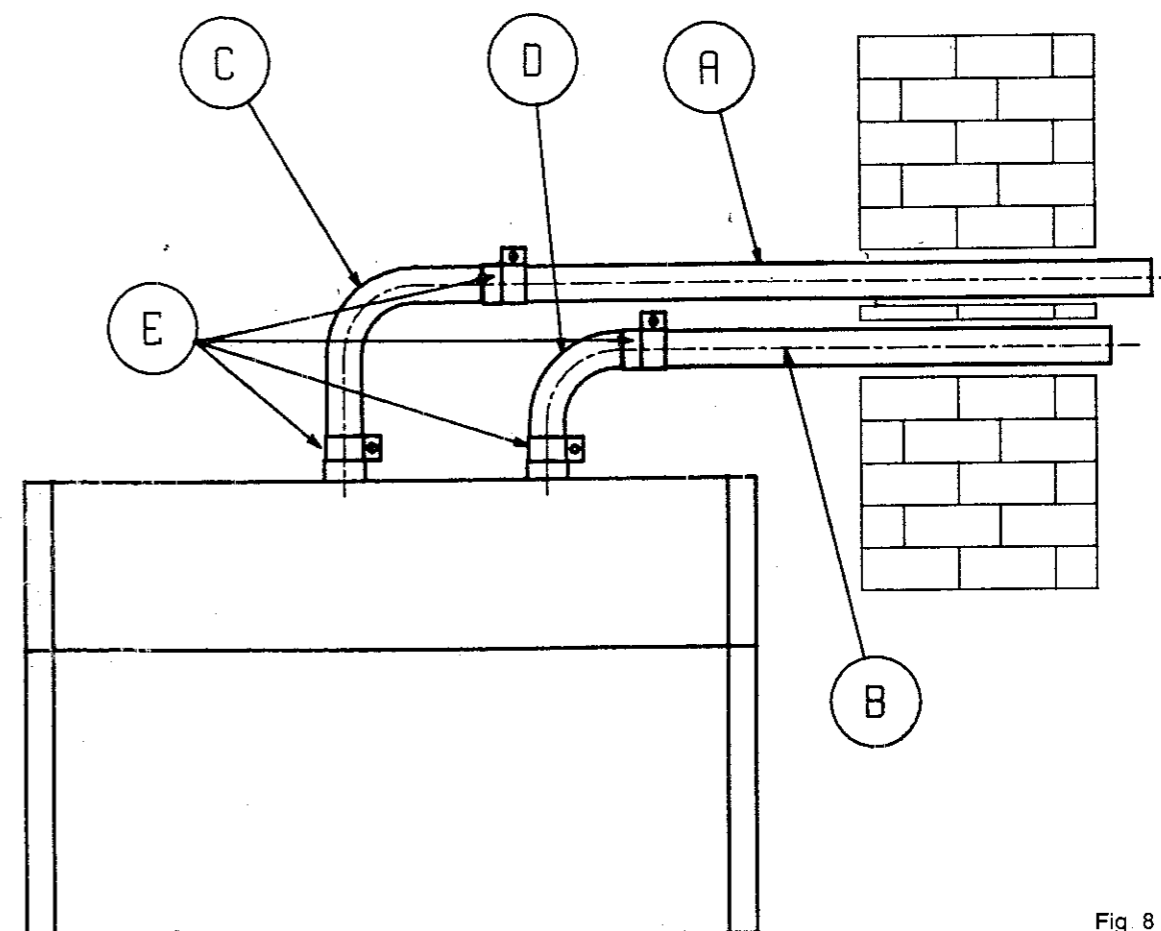

Fig 8
SCARICO SDOPPIATO ORIZZONALE A PARETE (vedi fig. 8)
La tipologia di scarico fumi maggiormente utilizzata consiste in un sistema di condotti separati \varnothing 25 mm che permettono lo scarico dei prodotti di combustione mediante un collegamento orizzontale alla parete esterna. È disponibile l'accessorio «Collettore Standard» (fig. 8).
- montare le eventuali prolunghe avendo cura di imboccarle correttamente bloccandole con le apposite fascette di sicurezza (fig. 8)